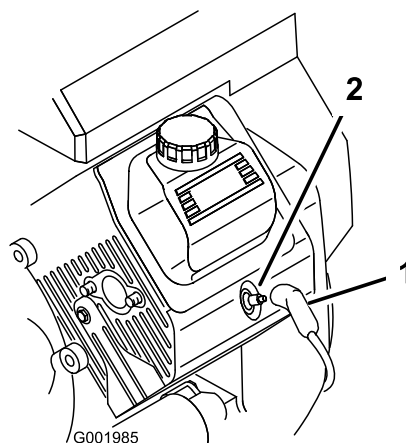

図 53
3. 点火プラグのコードが抜けているのを確認する (図 53)。
3. 点火コードを取り付ける(図 53)。